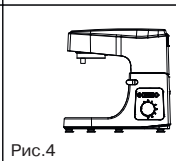

Рис.4
- Перед установкой насадок убедитесь в том, что переключатель режимов (11) находится в положении «0», а вилка сетевого шнура не вставлена в электрическую розетку.
- Придерживая рукой моторный блок (8), потяните вверх и удерживайте рычаг фиксатора (9), приподнимите моторный блок (8) и зафиксируйте его в верхнем положении (рис. 4, 5).